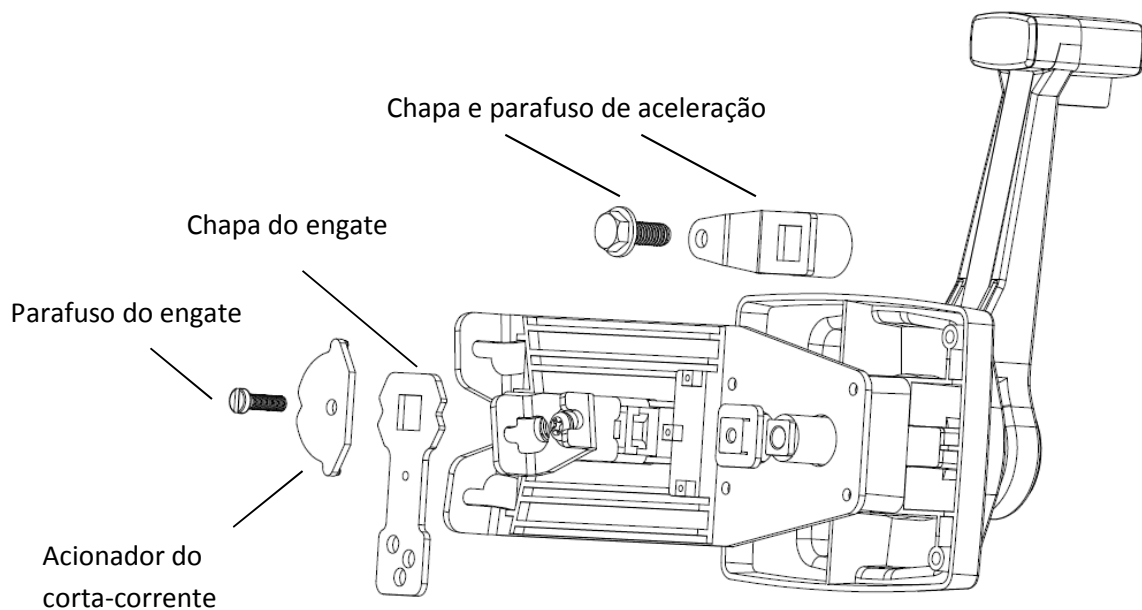

Figura 2
- a) Na parte traseira da Caixa de Comando, retire o parafuso do mecanismo de aceleração, para permitir o acesso ao parafuso que prende a chapa do engate, conforme ilustrado na Figura 2. Utilize uma chave de boca de 13mm;
- b) Retire o parafuso do engate, identificado na Figura 2;